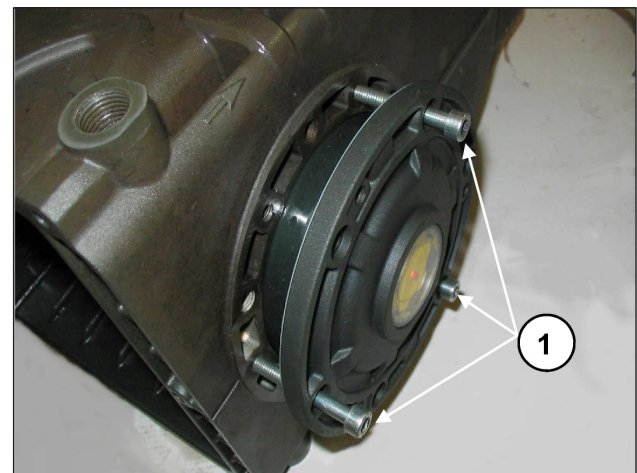
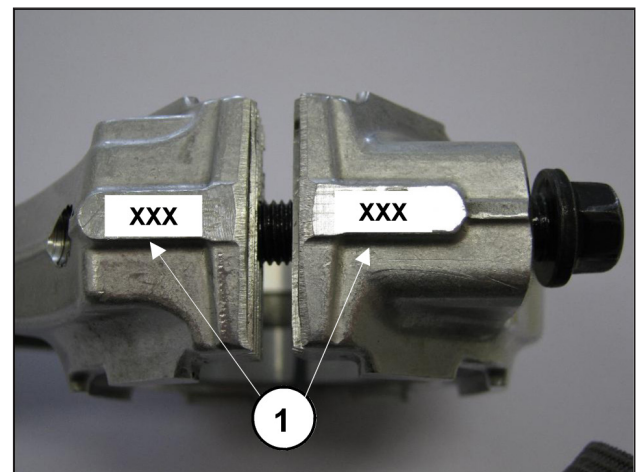

Abb. 8
Abb. 9
Um das Einführen des ersten Abschnitts und das Einsetzen der Deckel am Gehäuse zu erleichtern, sollten Sie 3 Schrauben M6 x 40 mit Teilgewinde (Abb. 8, Pos. ①) zu Hilfe nehmen und den Vorgang dann anhand der mitgelieferten Schrauben (M6x18) abschließen.
- Paaren Sie die Pleuedeckel unter Berücksichtigung der Nummerierung mit den zugehörigen Schäften (Abb. 9, Pos. ①).
Nach Abnahme der seitlichen Deckel, vgl. Abschn. 2.1.1, entfernen Sie den äußeren Lagerring der Dichtungen von den Deckeln und den inneren Ring mit dem übrigen Teil des Lagers von den beiden Wellenenden mit einem einfachen "Ausreiber" oder einem ähnlichem Werkzeug, siehe Abb. 8 und Abb. 9.